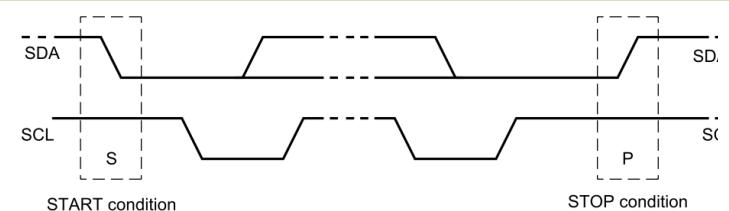

Bild 2: Definition der Start, Stop-Bedingung.
Beide Leitungen (SDA, SCL) bleiben High wenn der Bus nicht beschäftigt ist. Ein High zu Low- Übergang (Transition) während dem der Clock High ist wird als START-Bedingung (start condition (S)) bezeichnet. Ein Low zu High-Übergang wird als Stop-Bedingung bezeichnet (stop condition (P)). Siehe Bild 2: Definition der Start, Stop-Bedingung..